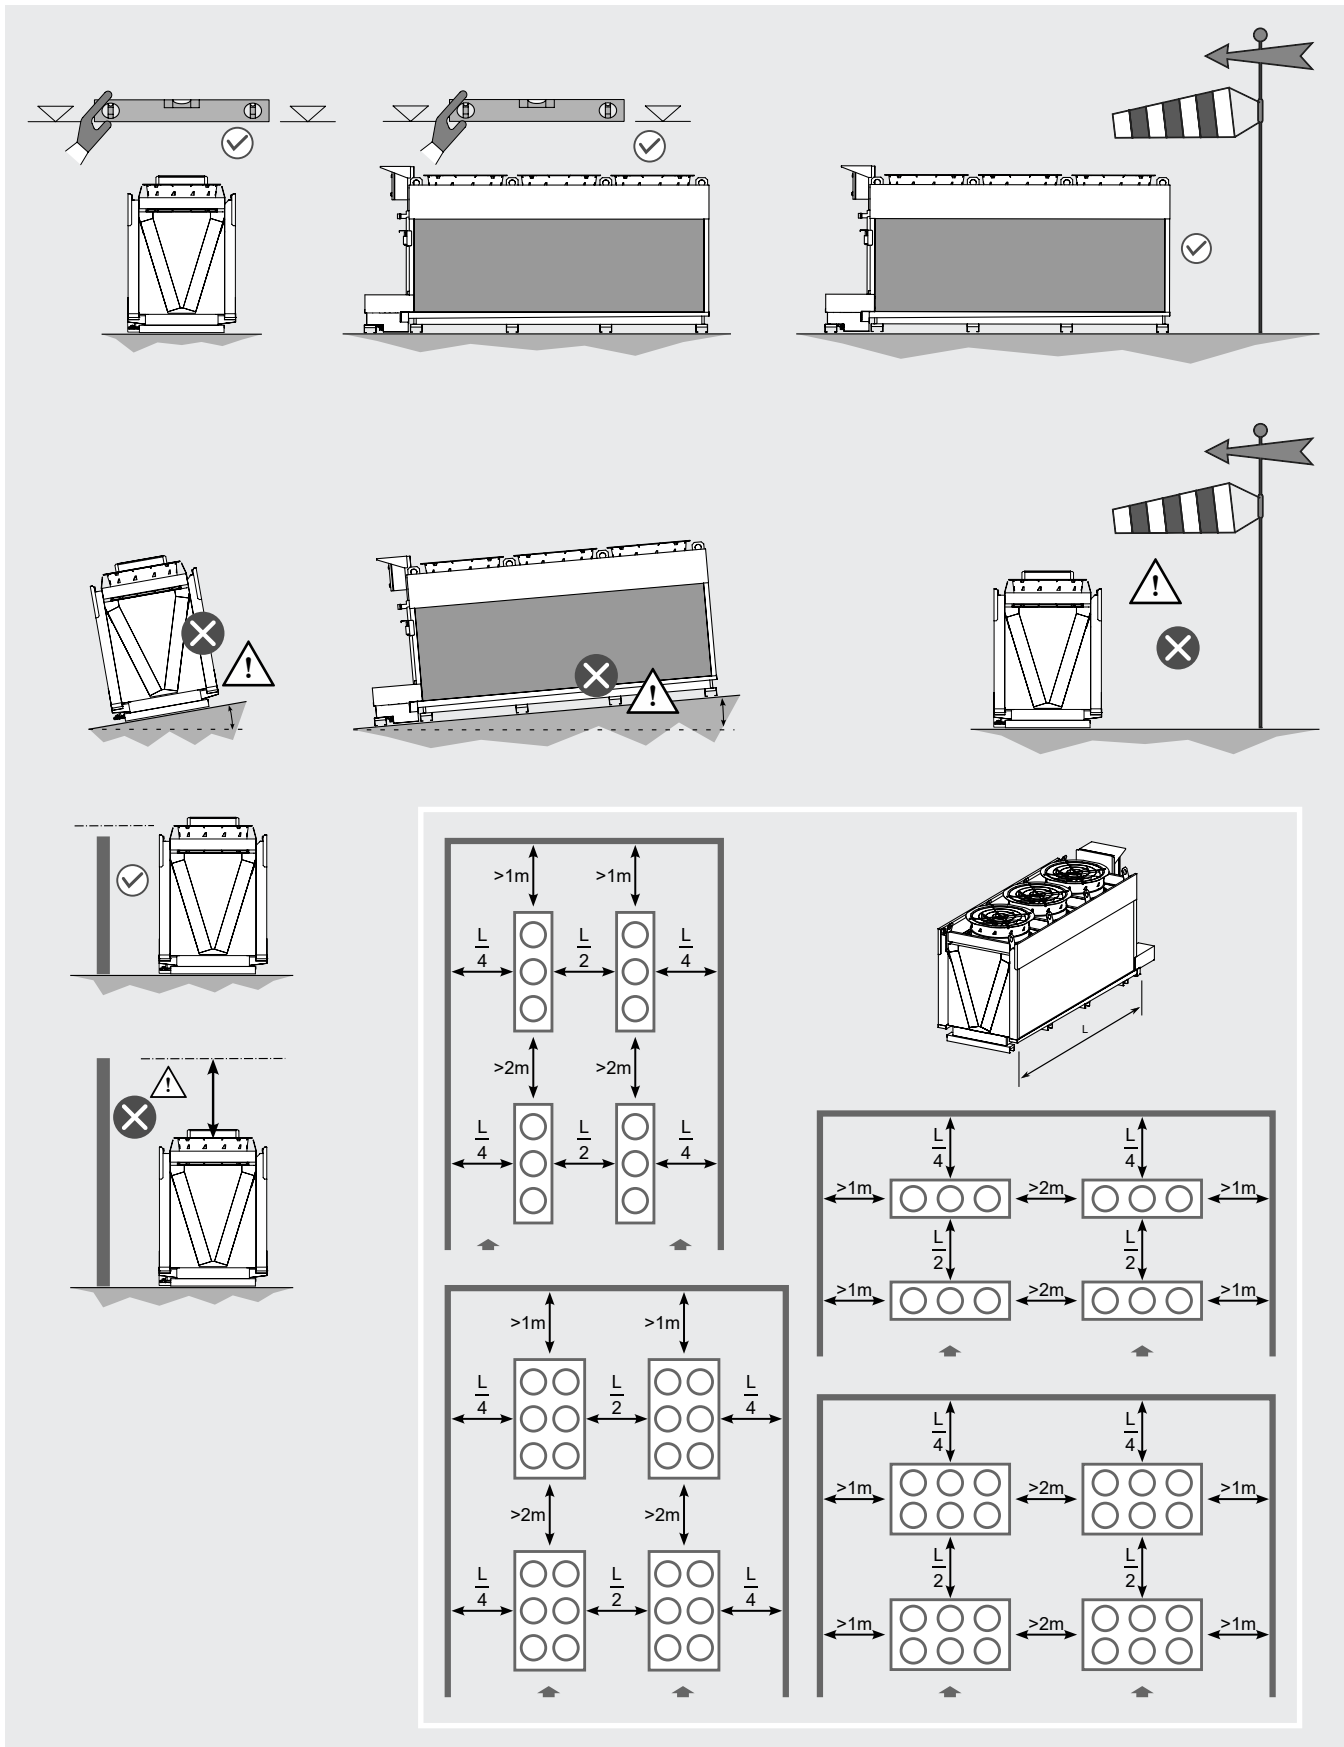

Figura 9
- 6.6 Prevedere uno spazio adeguato alla circolazione dell'aria e alla manutenzione. Evitare di convogliare il flusso dell'aria direttamente contro superfici con potere riflettente o che comunque elevino il livello di rumorosità. Lo spazio minimo tra i modelli può essere ridotto in funzione dell'altezza di posizionamento con l'utilizzo di gambe speciali rialzate o di una piattaforma di supporto. Per un funzionamento ottimale, posizionare il modello in modo ortogonale alla direzione dei venti prevalenti. Per installazioni diverse da quanto indicato contattare Modine. Il modello deve essere installato su una superficie piana perfettamente orizzontale in grado di sopportare il peso del modello. V. Figura 9.